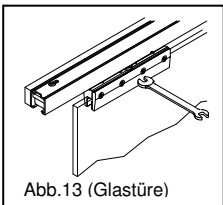

Abb.13 (Glastüre)
17. Das Türblatt einhängen (Abb.15) und die Höhe durch Eindrehen der Tragschraube einstellen, dann Türe ausrichten. Die Kontermuttern werden an den Tragschrauben (Abb.13, Abb.14) fest angezogen.
18. Vordere Dämpfungseinheit (C) spannen. Die Mitnehmergabel mittels Schraubendreher bis zum Einrasten in die Endlage bringen.
19. Die vordere Dämpfungseinheit (C) erst nach der Zargen- und Einlaufbrettmontage (1.Halbzarge) in die gewünschte Endlage positionieren und festschrauben.